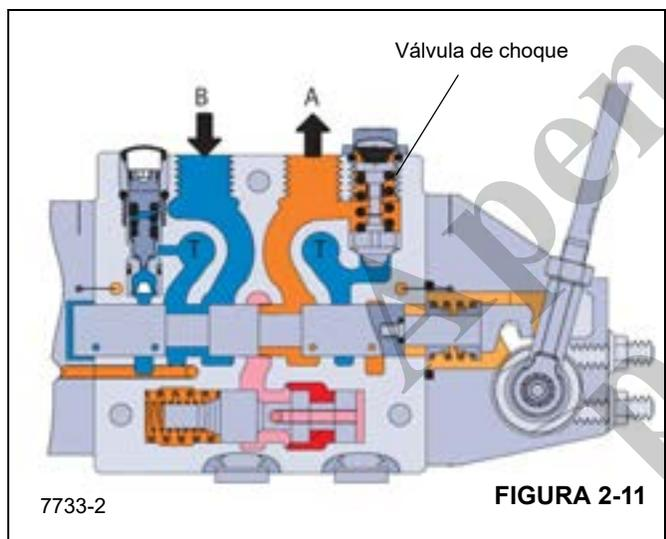
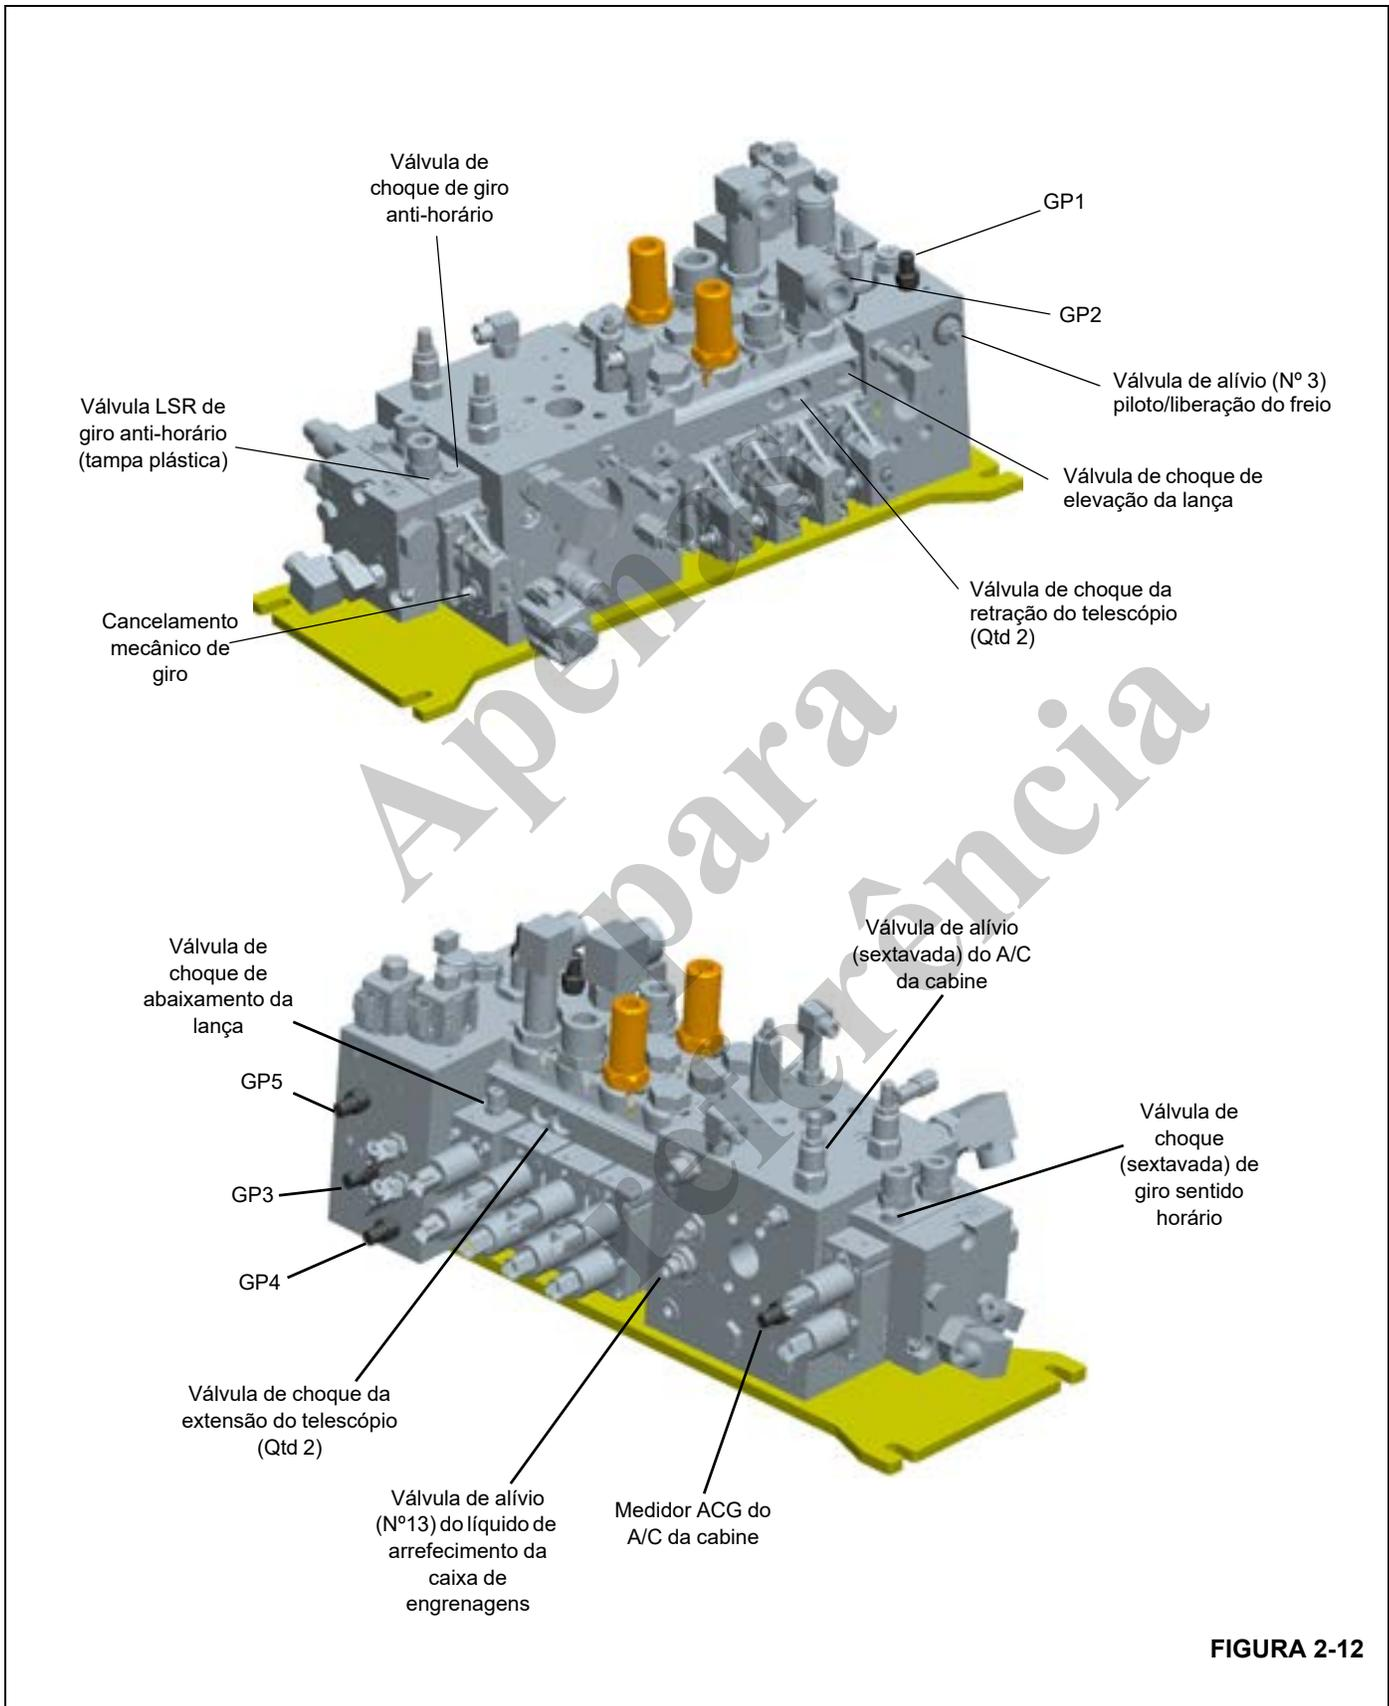

FIGURA 2-11
FIGURA 2-12
- Para a função de giro, consulte a Figura 2-11 de corte da seção da válvula genérica. Há válvulas de choque em cada lado da seção de válvula localizada perto de cada entrada de trabalho (vertical).
- A elevação da lança tem uma única válvula de choque na seção de válvula que tem um ajuste fixo de 280 bar (4061 psi) conforme mostrado na Figura 2-12.
- O abaixamento da lança tem uma única válvula de choque na seção de válvula que tem um ajuste fixo de 140 bar (2031 psi) conforme mostrado na Figura 2-12.
- A função de extensão do telescópio tem válvulas de choque duplas na seção de válvula sendo que cada uma tem um ajuste fixo de 175 bar (2538 psi) conforme mostrado na Figura 2-12.
- A função de retração do telescópio tem válvulas de choque duplas na seção de válvula sendo que cada uma tem um ajuste fixo de 140 bar (2031 psi) conforme mostrado na Figura 2-12.
- O giro no sentido horário/anti-horário tem uma única válvula de choque na seção de válvula que tem um ajuste fixo de 210 bar (3045 psi) conforme mostrado na Figura 2-12. Ela não pode ser alterada, calçada etc. Consulte os comentários na Seção A sobre a verificação destes ajustes no conjunto físico da válvula de choque em caso de dúvida.
- O ajuste de giro deve ser ajustado pela LSRV (válvula de alívio do sensor de carga) para cada direção, já que ele é ajustável por meio do ajuste da válvula de choque mencionado acima. Essas LSRVs estão localizadas sob tampas plásticas redondas pretas localizadas em cada lado da seção adjacente às válvulas de choque, como mostrado na Figura 2-11 e na Figura 2-12.
Com o freio de giro bloqueado, ative a válvula usando uma chave estrela de 9 mm no came do carretel (Figura 2-12). Puxar a chave para cima gira no sentido anti-horário, empurrar para baixo gira no sentido horário.
- O circuito do A/C da cabine tem uma válvula de alívio única no coletor de entrada direcional da válvula de controle principal com um ajuste de 100 bar (1450 psi) conforme mostrado na Figura 2-12.
- Instale um manômetro de mínimo de 345 bar (5000 psi) na entrada do medidor ACG no coletor de entrada central da válvula de controle (Figura 2-12).
- O circuito do suprimento piloto da cabine tem uma válvula de alívio única no coletor de entrada direcional da válvula de controle principal com um ajuste de 21 bar (300 psi) conforme mostrado na Figura 2-12.
- a. Instale um manômetro de mínimo de 69 bar (1000 psi) na entrada do medidor GP5 no coletor de entrada da válvula de controle (Figura 2-12).
1. O circuito de liberação do freio de giro tem uma válvula de alívio única no coletor de entrada direcional da válvula de controle principal com um ajuste de 21 bar (300 psi) conforme mostrado na Figura 2-12.
- a. Instale um manômetro de mínimo de 69 bar (1000 psi) na entrada do medidor GP4 no coletor de entrada da válvula de controle (Figura 2-12).
1. O circuito de aplicação do freio de giro é controlado por meio de uma válvula solenoide proporcional mostrada na Figura 2-12 e não pode ser ajustado.
- a. Instale um manômetro de mínimo de 69 bar (1000 psi) na entrada do medidor GP3 no coletor de entrada da válvula de controle. Consulte a Figura 2-12.
1. O circuito do líquido de arrefecimento da caixa de engrenagens tem uma válvula de redução única no coletor de entrada central da válvula de controle direcional com um ajuste de 60 psi (4 bar) conforme mostrado na Figura 2-12 (válvula de alívio do líquido de arrefecimento N° 13 da caixa de engrenagens).
- a. Instale um manômetro de mínimo de 345 bar (5000 psi) na válvula de controle direcional do medidor GP2 (Figura 2-12).